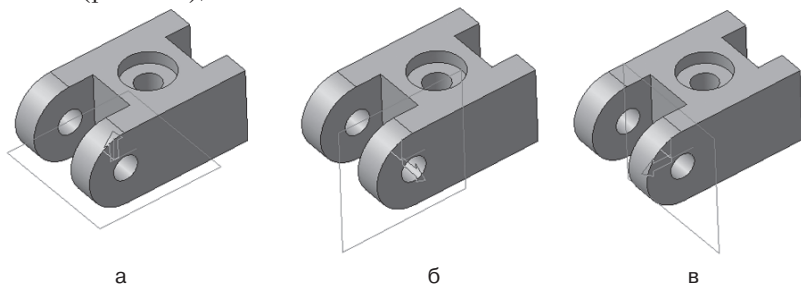

Рис. 223
- в каждой модели существует система координат и определяемые ею проекционные плоскости. Чтобы увидеть изображение проекционных плоскостей, нужно выделить их в Дереве построения. Щелчком ЛКМ в Дереве построения укажите *базовую* плоскость XY (рис. 223, а), ZX (рис. 223, б), ZY (рис. 223, в) и выберите плоскость для отсечения (используйте команду  – **Обновить изображение**). *При создании эскиза мы расположили начало координат так, чтобы ось симметрии детали совпадала с ним.* Из рис. 223 видно, чтобы показать внутреннее устройство детали, нам целесообразно выбрать плоскость ZX (рис. 223, б). Она вертикальна и совпадает с осью симметрии детали;